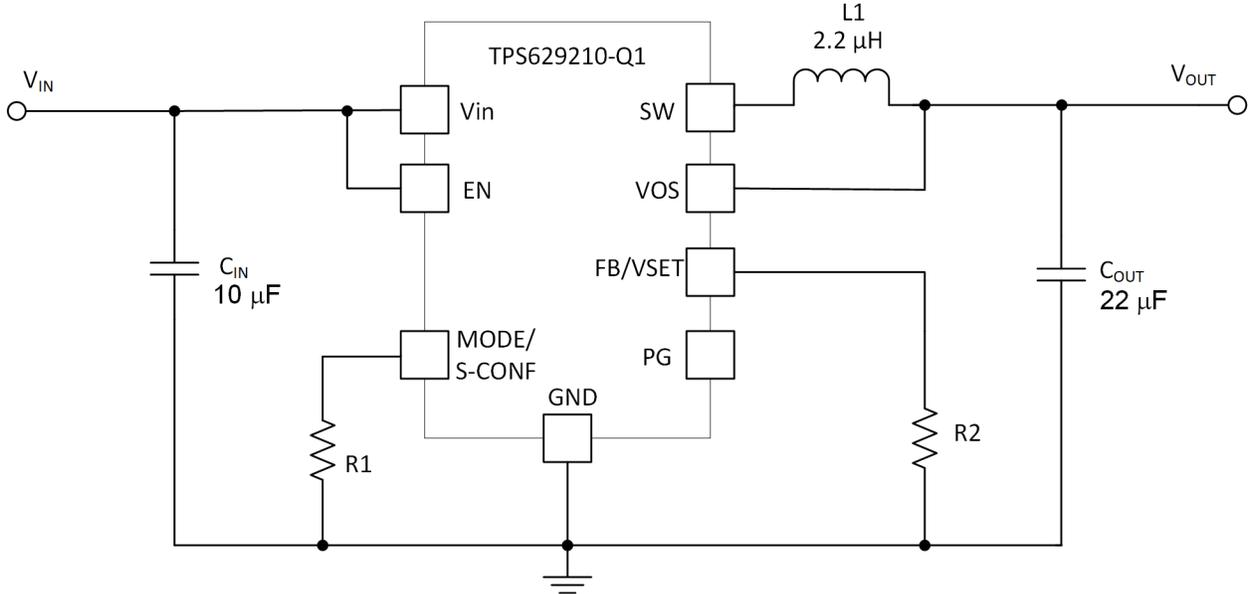
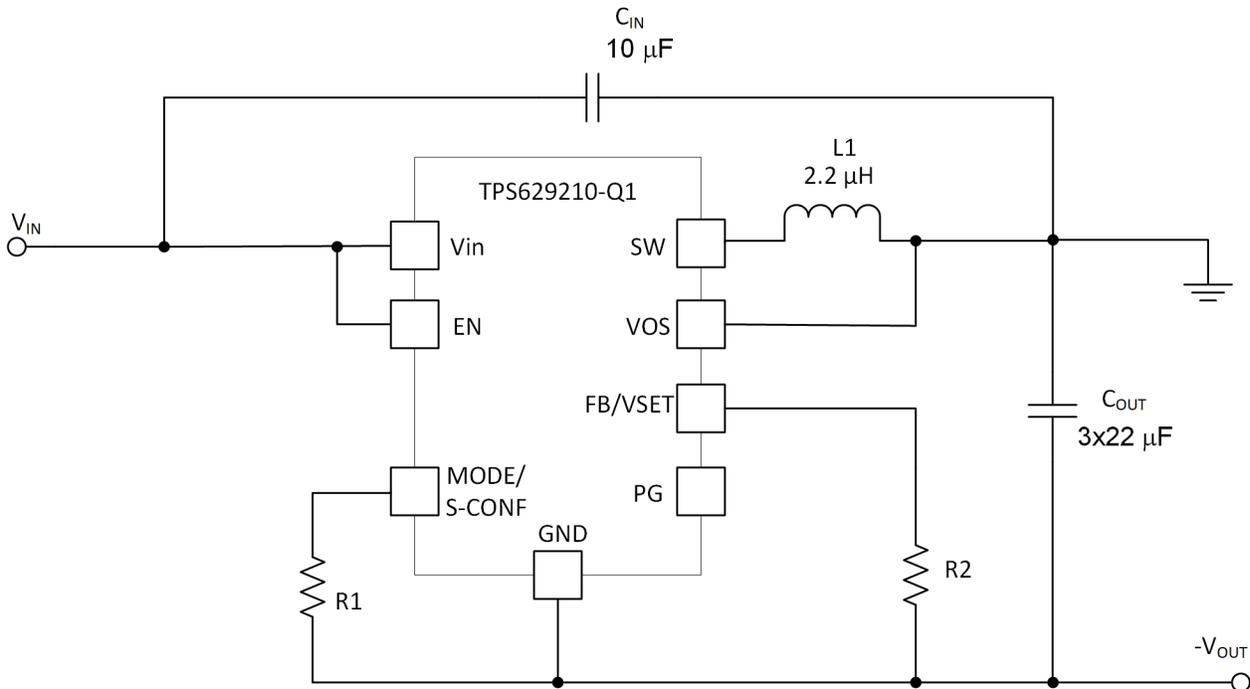

图 1-1. TPS629210-Q1 降压拓扑
图 1-2. TPS629210-Q1 反相降压/升压拓扑
反相降压/升压拓扑与降压拓扑非常相似。在图 1-1 所示的降压配置中，正连接 (V_{OUT}) 连接到电感器，返回连接到集成电路 (IC) 接地。然而，在图 1-2 所示的反相降压/升压配置中，IC 接地用作负输出电压 (标记为 $-V_{OUT}$)。降压配置中的正输出用作接地 (GND)。这种反相降压/升压拓扑允许输出电压反相并且始终低于接地电压。